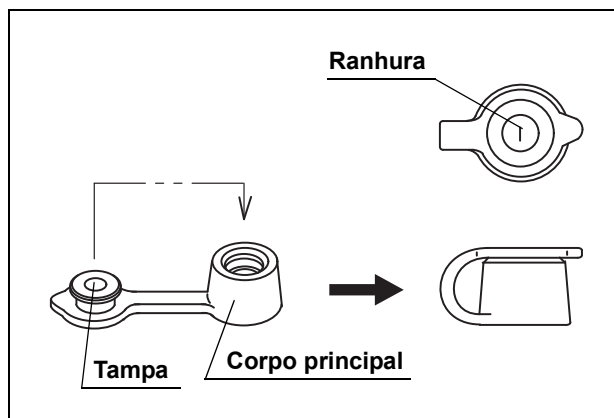

Figura 3.9
2. Acople a tampa no corpo principal (consulte Figura 3.9).